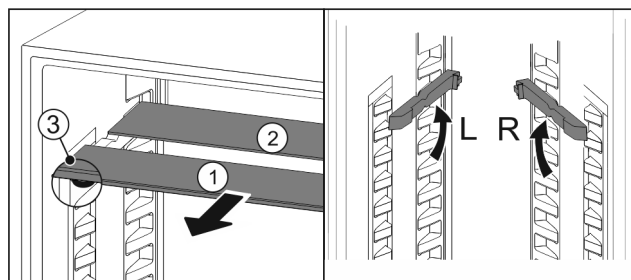

Fig. 82
- Sortir les tablettes par l'avant Fig. 82 (1).
- La tablette en verre Fig. 82 (1) avec bordure décorative est située à l'avant.
- Les butées Fig. 82 (3) sont orientées vers le bas.